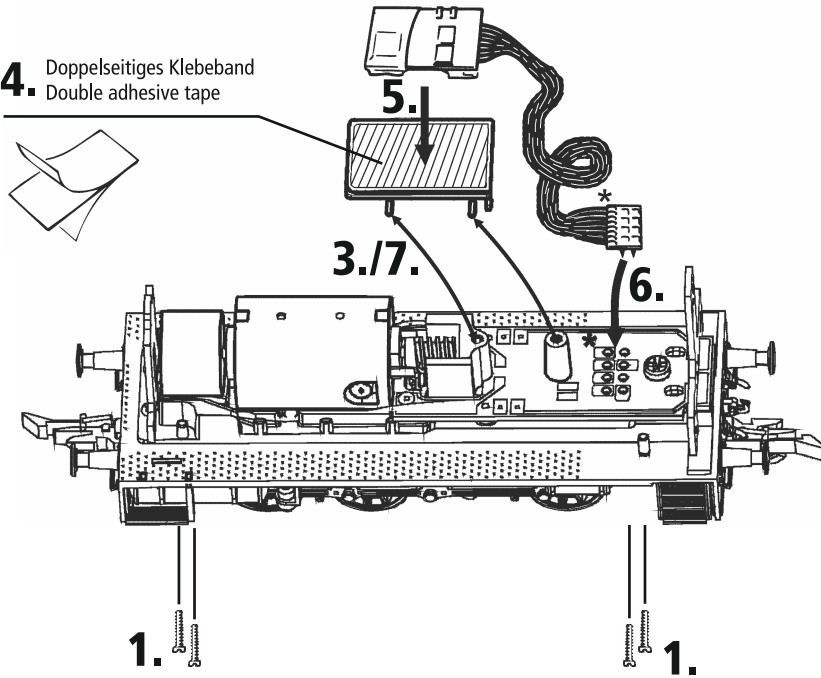
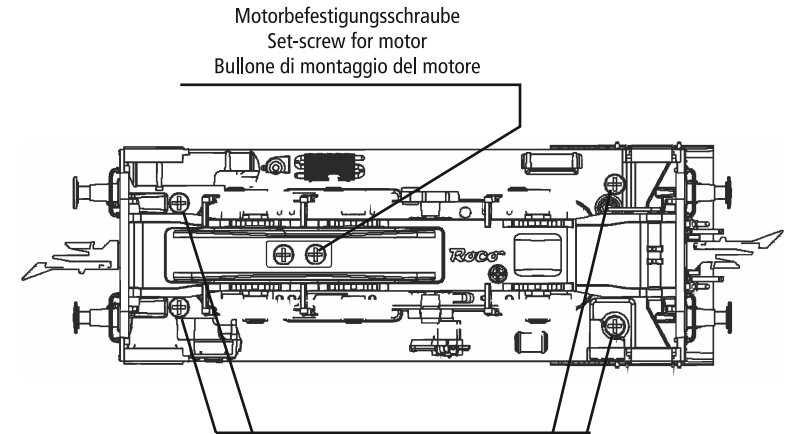

Fig. 7
Fig. 3
1. Reinigung der Radstromkontakte: Radstromkontakte können auf unsauberen Schienen leicht verschmutzen. Bitte **entfernen Sie** vorsichtig mit einem kleinen Pinsel **den Schmutz** an den in Fig. 4 gekennzeichneten Stellen. Dazu zuerst das Lokgehäuse abnehmen (Fig. 3).
2. Schmierung: Versehen Sie die im Schmierplan in Fig. 5 gekennzeichneten Stellen mit nur **kleinen Öltropfen**. Dazu zuerst das Lokgehäuse abnehmen (Fig. 3).
3. Kohlebürstenwechsel: Lokgehäuse abnehmen (Fig. 3). Danach wird der **Motor ausgebaut** und die **Kohlebürsten ausgewechselt** (Fig. 7).
Zusammenbau: Bitte achten Sie beim Zusammenbau auf die richtige Lage der Kontakte (Fig. 7/6).
1. Cleaning of wheel contacts: Wheel contacts easily get dirty on tracks which are not entirely clean. Use a small brush to **remove dirt** from spots marked in fig. 5. Prior to cleaning the remove loco body (fig. 3).
2. Lubrication: Apply **tiny oil drops** to spots marked in fig. 5. Prior to lubrication dismantle locomotive (fig. 3). We recommend using item no. 6599, Fleischmann oiler.
3. Carbon Brush Changing: First **remove** loco body (fig. 3), and then the **motor** (fig. 7).
Assembly: During assembly please take care of **correct position of contacts** (fig. 7/6).
2. Ingrassaggio: Applicare **piccole gocce d'olio** nei puni indicati (fig. 5). Prima di effettuare quest'operazione, rimuovere la carrozzeria (fig. 3). Vi consigliamo l'utilizzo dell'oliatore FLEISCHMANN articolo nr. 6599.